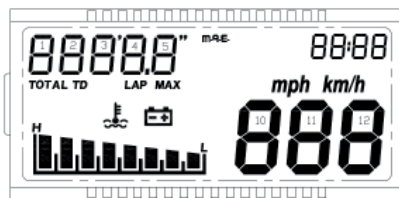

Fig. 18
- II^a pagina (ad ogni accensione dello strumento): Check di tutti i segmenti dell'LCD per circa 3 sec. (fig. 18).
- 2nd page (every time the instrument is switched on): Check of all LCD segments for approx. 3 seconds (fig. 18).